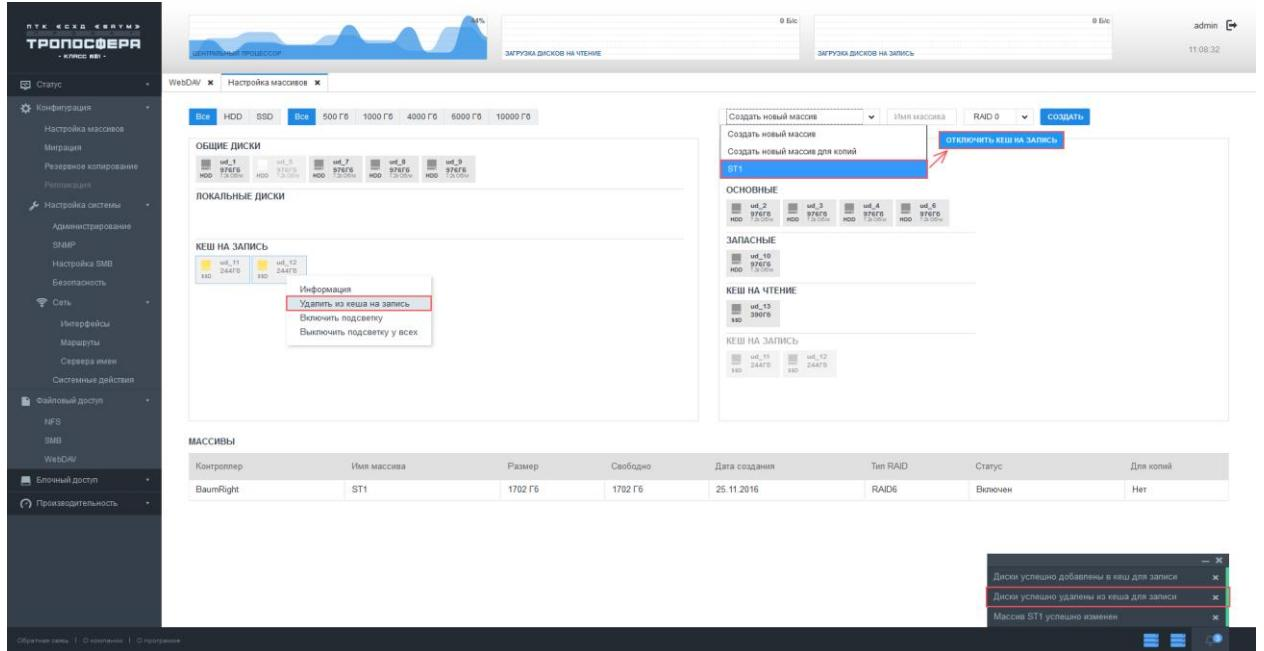

Рисунок 35 – Удаление из массива кэша на запись
- 3) В правой части экрана рядом с именем массива появиться кнопка «Отключить кэш на запись». По ее нажатию происходит отключение кэша на запись от массива (см. Рисунок 35).